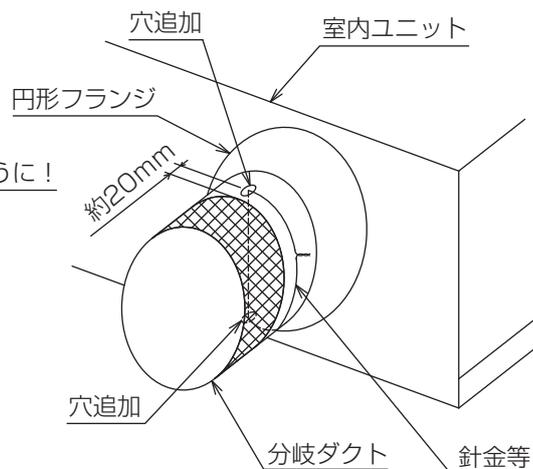

図2
2. 現物合わせで図2のように穴を設けてください。（円形フランジ端より約20mmの位置）